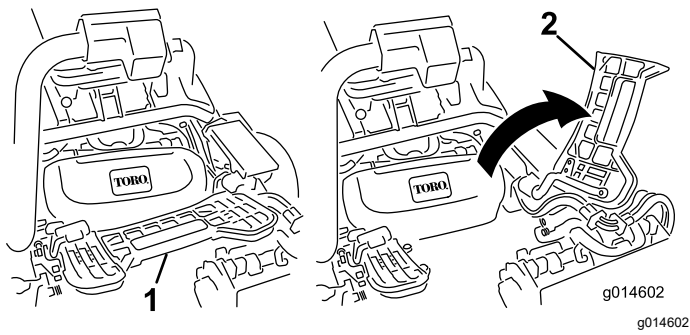

Figura 55
2. Eleve o apoio de pé e incline-o para aberto, permitindo o acesso à posição da unidade de corte central (Figura 55).